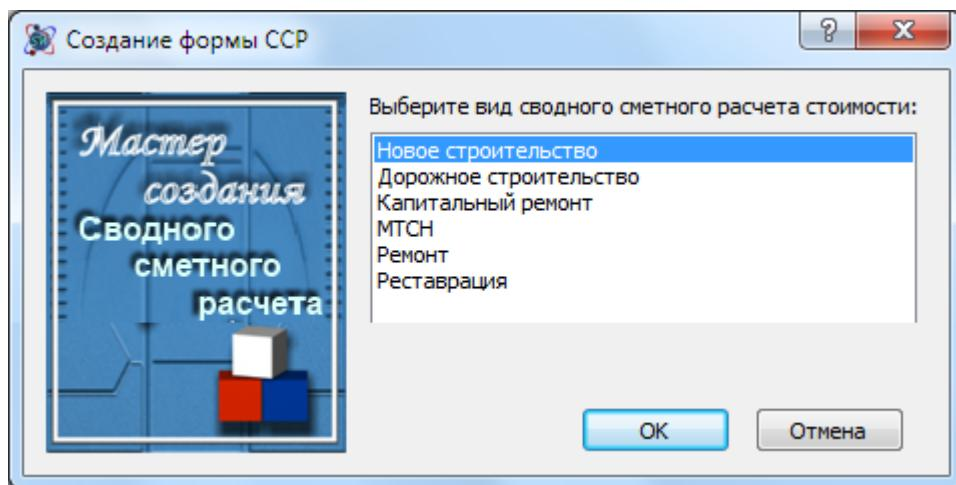

Рис. 4.77 Диалоговое окно Создание формы CCP
4. В открывшемся диалоговом окне *Создание формы CCP* (рис. 4.77) выбрать нужный вид сводного сметного расчета.